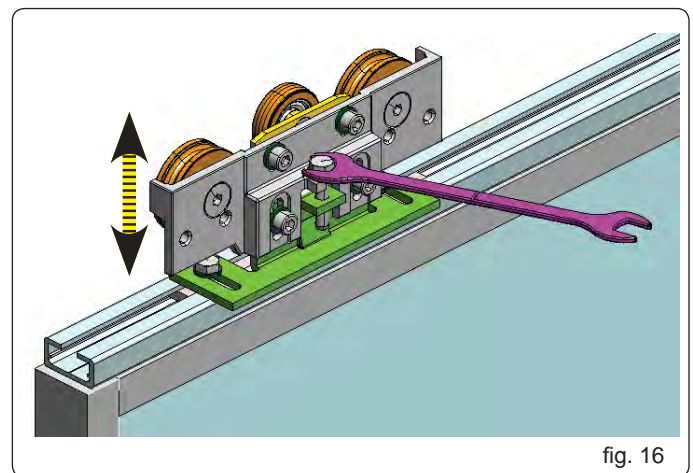

fig. 16
- Vrid skruven (fig.16) medurs för att höja bladen eller moturs för att sänka dem.